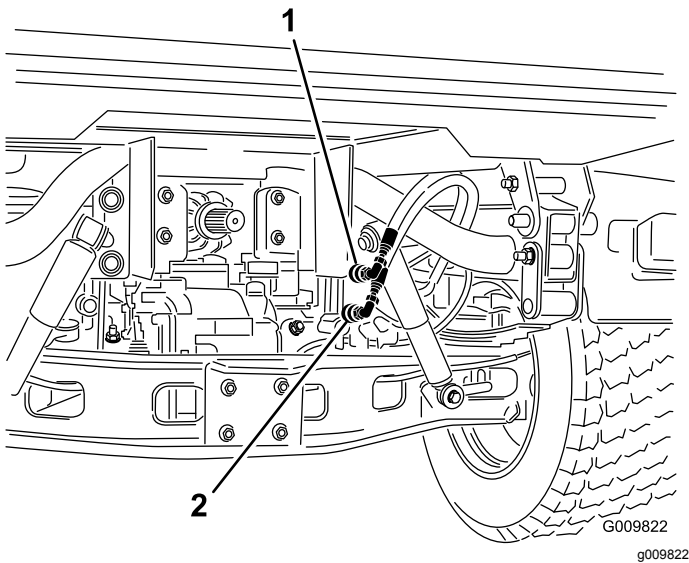

Bild 83
- Schließen Sie an beiden Maschinen die zwei Schnellkupplungsschläuche von den Schläuchen ab, die an der Schnellkupplungshalterung befestigt sind (Bild 83).